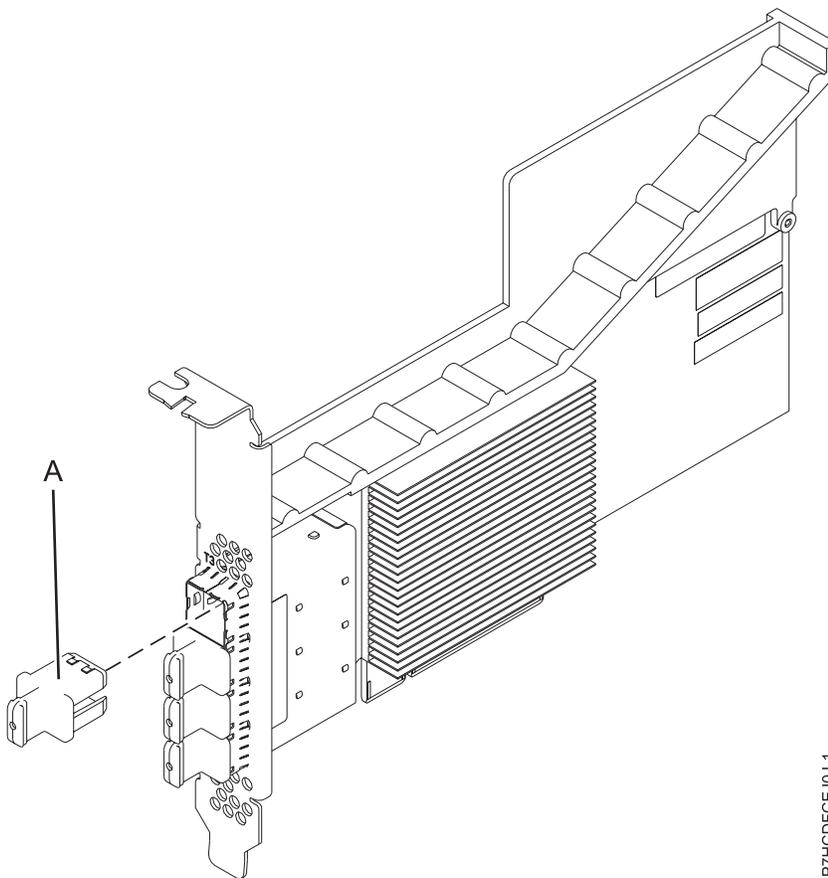

Figura 11. Adaptador PCIe3 RAID SAS
El adaptador PCIe3 RAID SAS cuatripuerto 6 Gb Adapter es un adaptador PCI Express (PCIe) de generación 3 RAID SAS con un factor de forma corto y altura reducida, pero empaquetado para una instalación de altura completa. El adaptador se utiliza en aplicaciones SAS (SCSI con conexión en serie) de alto rendimiento y alta densidad. Admite la conexión de disco SAS y cinta SAS utilizando cuatro miniconectores SAS de alta densidad (HD) x4 que permiten utilizar los enlaces físicos en diversas configuraciones de puerto estrecho y ancho. la conexión de cinta SAS sólo está soportada en una configuración de un solo adaptador y no puede combinarse con discos SAS en el mismo adaptador. El adaptador no tiene memoria caché de escritura. La Figura 11 en la página 36 muestra el adaptador PCIe3 RAID SAS cuatripuerto 6 Gb Adapter.
La Figura 11 muestra el adaptador. El conector (A) está instalado en un puerto vacío y evita daños en dicho puerto cuando se conecta o retira un cable de los conectores de puerto adyacentes.